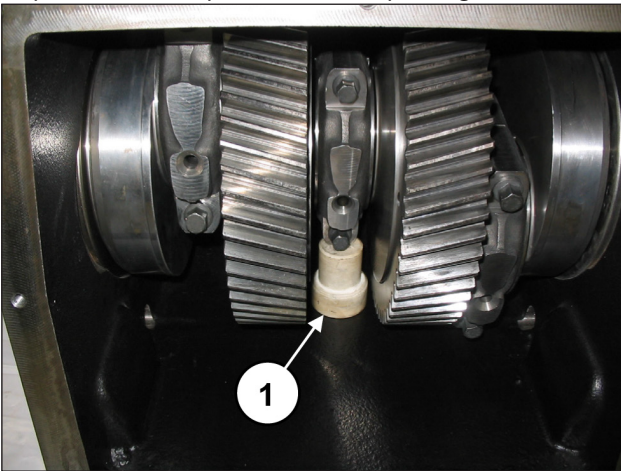

Fig. 12
Insérer une cale sous le corps de la bielle centrale pour empêcher le vilebrequin de tourner (rep. ①, Fig. 12).